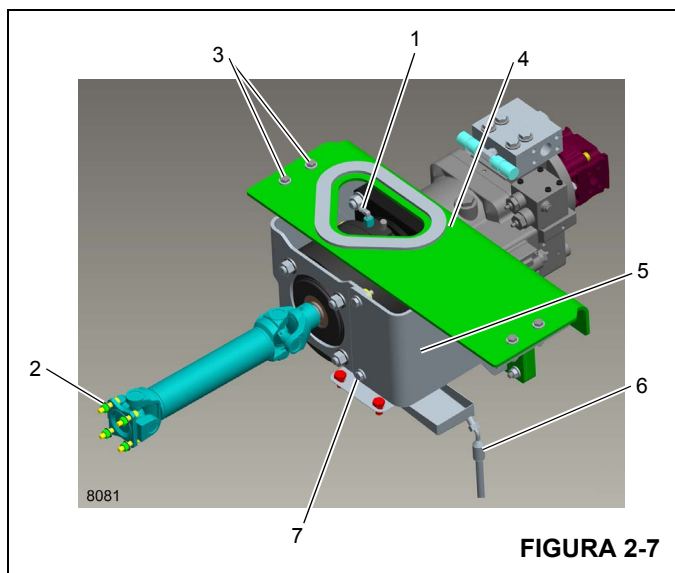

FIGURA 2-7
2. Despresurice el sistema neumático y desconecte la línea neumática (1, Figura 2-7) del embrague.
3. Retire los pernos, las tuercas y las arandelas (2) que sujetan la línea impulsora de la TDF al motor. Retire la línea impulsora.
7. Retire los cuatro pernos, tuercas y arandelas (3, Figura 2-7) que sujetan la escuadra de montaje del embrague (4) al bastidor.
1. Retire la cubierta de acceso (5, Figura 2-7).
3. Si es necesario, retire el tapón de llenado (2) y agregue aceite hidráulico hasta que quede a ras con la parte inferior de las roscas del tapón de revisión.
4. Vuelva a instalar la cubierta de acceso (5, Figura 2-7) y sujétela con la tornillería (7). Consulte *Sujetadores y valores de apriete*, página 1-14.
Durante el cambio de aceite, coloque un recipiente adecuado debajo de la manguera de la bandeja recolectora (6, Figura 2-7) antes de retirar el tapón de vaciado (4, Figura 2-12). Retire y limpie el respiradero (3) e inspeccione y limpie el tapón de vaciado magnético (4) para retirar la contaminación y las partículas antes de volver a instalarlo. Para más información, consulte *Lubricación*, página 9-1.